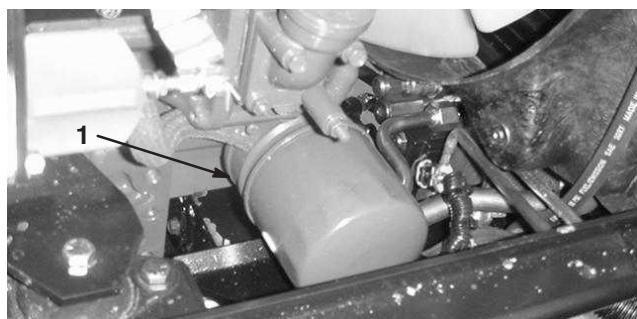

Figure 47
- Déposez le filtre à huile (Fig. 47). Appliquez une fine couche d'huile propre sur le joint du filtre de rechange avant de le visser en place. **Ne serrez pas excessivement.**